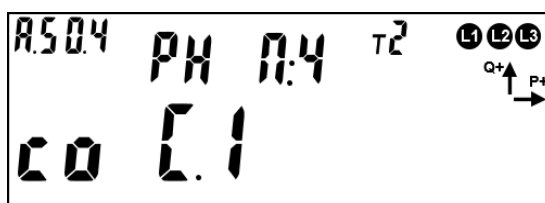

Рисунок 181 – РУН в состоянии «замкнуто»
- Вариант 1: (см. рисунок 181)
7.9.8.1 На ЖКИ отображено (см. рисунок 181):